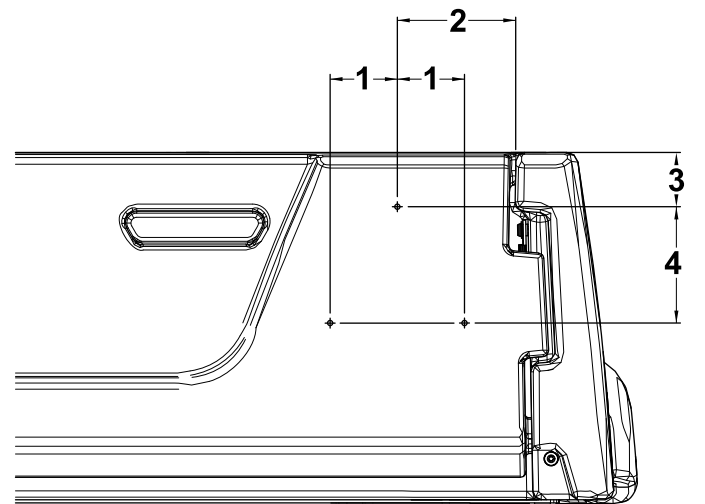

图 17
1. 在尾门的右侧从尾门的右边缘测量出 130mm 从尾门顶部向下测量出 60mm 并标记此位置图 17。
2. 从步骤 1 中标记的孔向下测量出 128mm 然后从此位置向右和向左测量出 74mm 并标记这 2 个位置图 17。
3. 分别在 3 个标记的位置钻一个 5mm 的孔图 17。